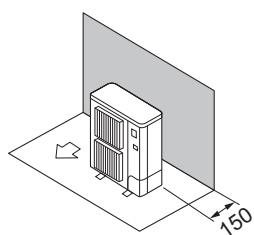

Fig. 3-5
- ① Solo ostacoli posteriori (Fig. 3-5)